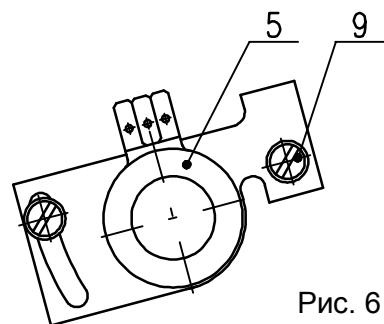

Рис. 6
4.3 Установка датчика сопротивления (рис.6)
- Установите датчик сопротивления на основании инструкций в предыдущей главе так, что величину сопротивления измеряйте на клеммах X-Y (рис.6). (употреблен датчик с сопротивлением 100 Ω)
- Поворачиванием устанавливающего триммера ZERO (рис.6) установите величину выходного сигнала тока, измеряемого на клеммах 81-82, на величину 4 mA.